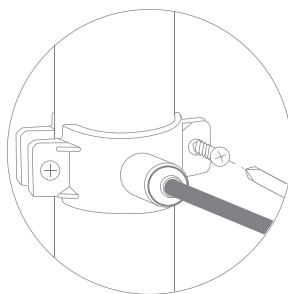

Рис. 9
4. Прочно закрепите хомут на дренажной линии с помощью винтов, одновременно совмещая отверстие в штуцере и дренажной линии (рис. 9). Винты крепления необходимо затягивать равномерно (без перекоса), чтобы обе части хомута располагались параллельно.